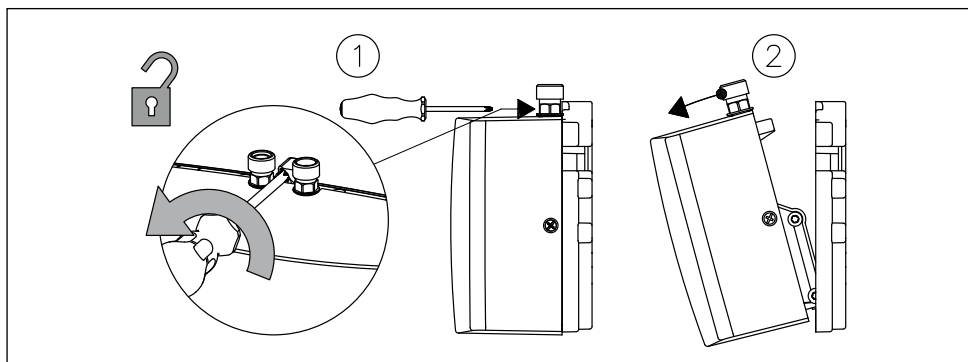

Abb. 13: »Gerät von Wandhalter trennen«
5. Lösen Sie mit einem Kreuzschlitz-Schraubendreher die Verriegelung zwischen den Wasseranschlussstücken durch eine Vierteldrehung gegen den Uhrzeigersinn. Kippen Sie das Gerät nach vorne und entnehmen Sie es aus dem Wandhalter (siehe Abb. 13).